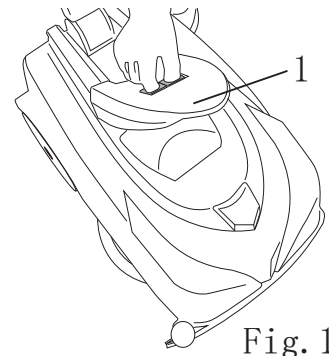

Fig. 19
- 将两个滑动扣（图19，编号1）向内按下，将污水箱盖脱钩。